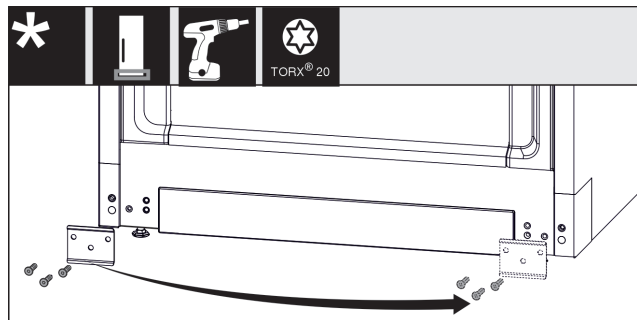

Fig. 13
- ▶ Dévisser la plaque, la placer de l'autre côté et la revisser. Fig. 13 (1)